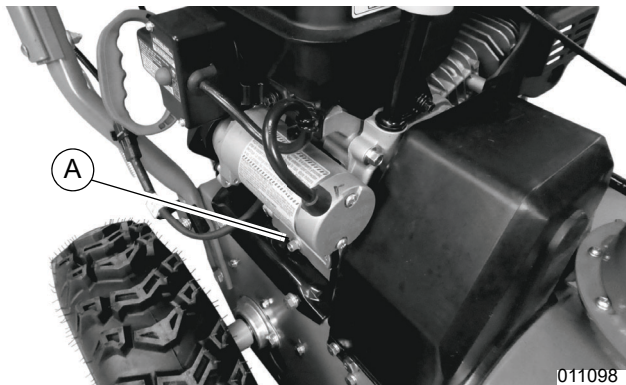

Figure 4-1. Emplacement du bouchon d'huile moteur (côté gauche)
1. Voir Figure 4-1. Placer la machine sur une surface plane et poser un récipient à huile usagée sous le bouchon de vidange d'huile (A).